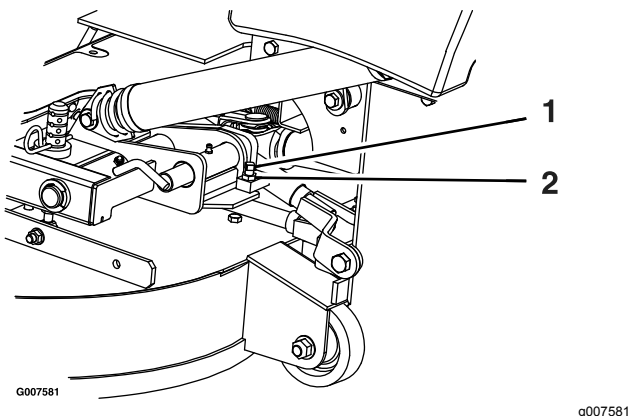

Figura 81
2. Afloje la contratuerca y gire el tornillo de tope en sentido horario hasta que el pasador de bloqueo esté apretado y no pueda girarse con la mano (Figura 81).